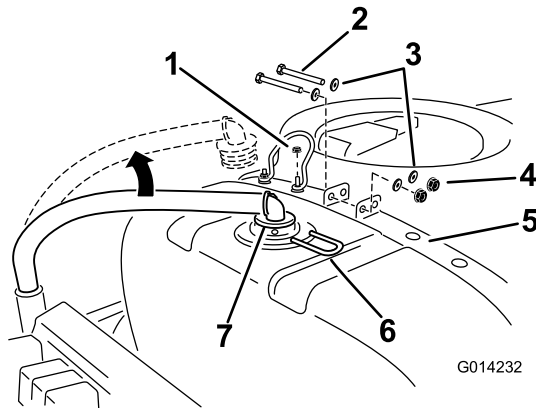

Bild 7
4. Schließen Sie den Zulaufschlauch hinten und oben am Hauptbehälter ab (Bild 7).